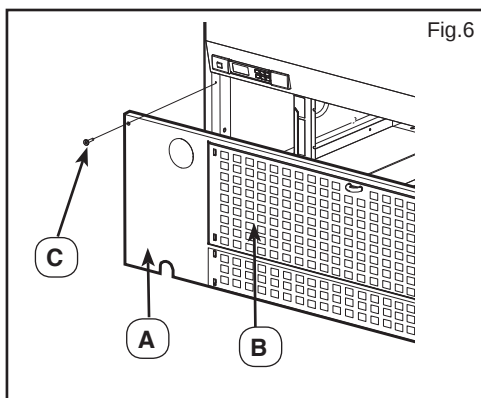

Fig.6
- Togliere il pannello grigliato posteriore (fig.6 pos.A), lo sportello ed il filtro del condensatore (fig.6 pos.B), svitando le 2 viti (fig.6 pos.C) negli angoli in alto.